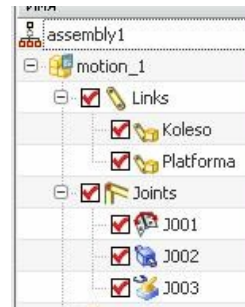

рис.78
• *Навигатор перемещений* этого механизма показан на рис.78.